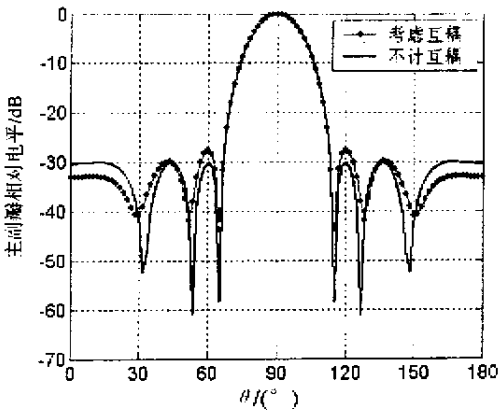
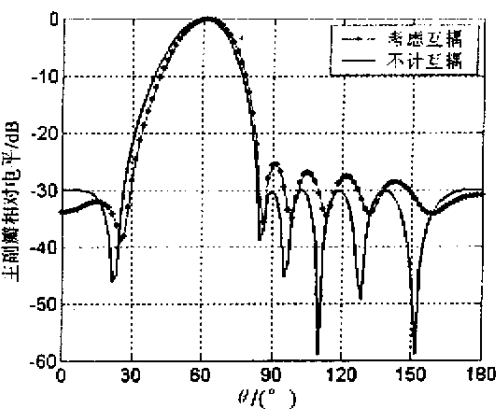
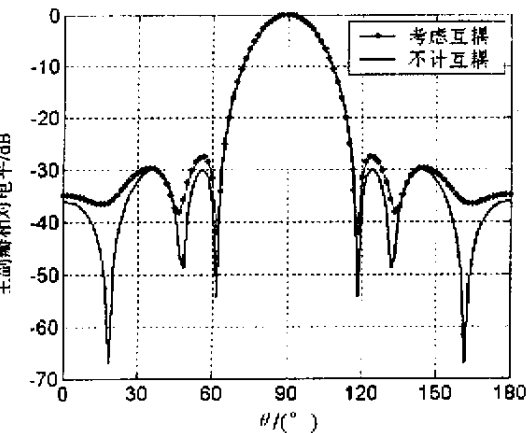
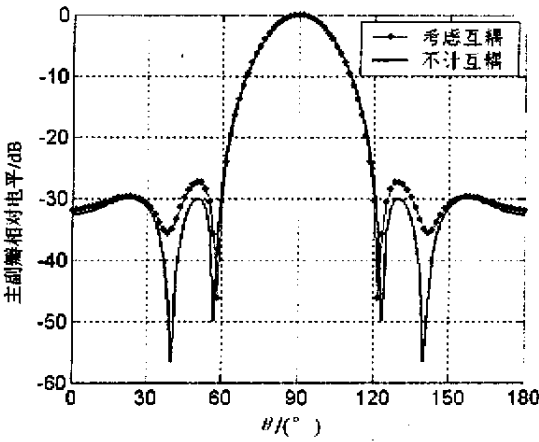

图 3a 单元间距  $0.45\lambda$  侧射时的方向图
图 3b 单元间距  $0.45\lambda$   $60^\circ$  扫描时的方向图
图 4 单元间距  $0.45\lambda$  的方向图
图 5 单元间距  $0.35\lambda$  的方向图
3) 图 3a、图 4、图 5 分别是天线阵单元间距分别为  $0.45\lambda$ 、 $0.4\lambda$ 、 $0.35\lambda$ ,主—副瓣电平比为 30 dB 的 Chebyshev 八单元天线阵在侧射情况下的方向图,图 3b 是间距为  $0.45\lambda$   $60^\circ$  扫描情况下的方向图,天线阵单元长度  $0.5\lambda$ ,半径  $0.02\lambda$ 。分析可得到以下结论:互耦主要影响天线阵方向图的副瓣,对主瓣的影响不大,并且随着互耦的增强副瓣电平逐渐升高,对于侧射阵当单元间距  $d_0 \geq 0.35\lambda$  时,互耦对副瓣影响较小;由图 3b 可知,在扫描状态下,当天线阵单元间距  $d_0 < 0.5\lambda$  时,由于互耦效应使得第一副瓣电平升高了至少 5 dB,所